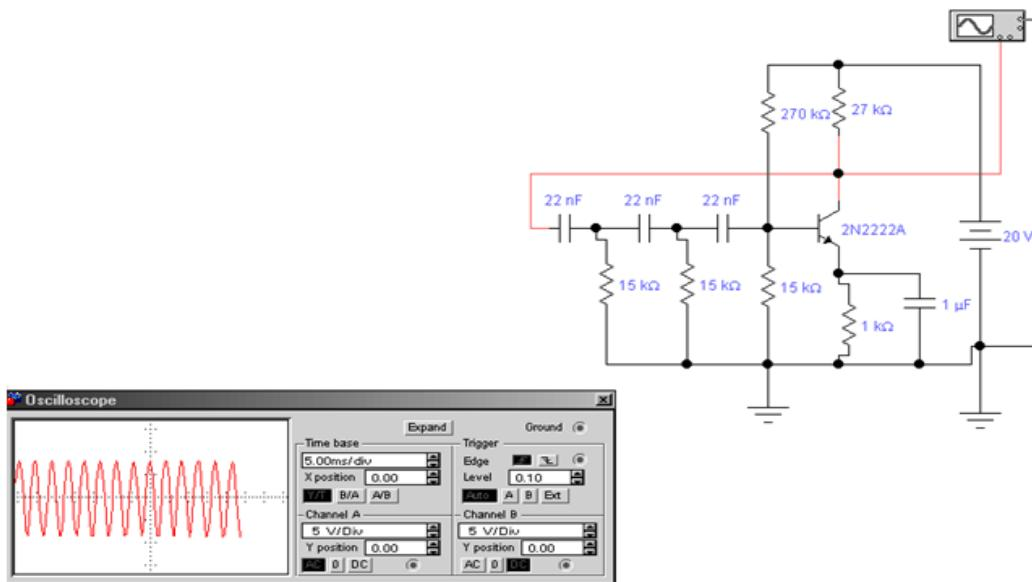

Рисунок 1.
Создайте в multisim для моделирования схему генератора с фазосдвигающей цепочкой (рисунок 1).
1. Создайте в multisim схему генератора с фазосдвигающей цепочкой (рисунок 1).